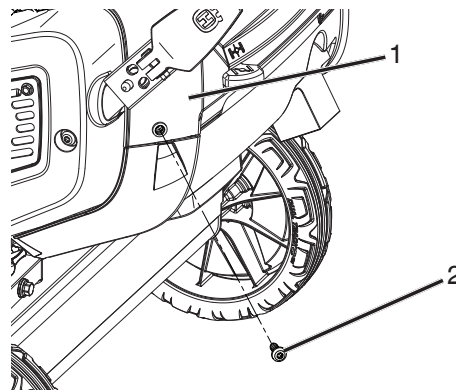

Figure 33
22. Poser le couvercle supérieur arrière en place afin que les deux trous de vis s'alignent avec le couvercle inférieur arrière et les couvercles latéraux (Figure 33).